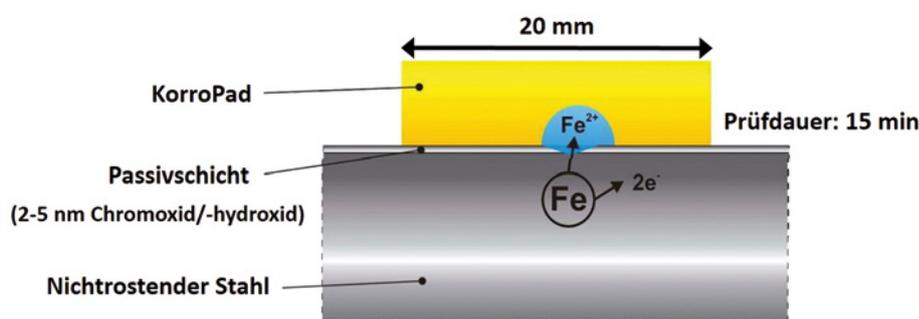

Abb. 1: Prinzip der KorroPad-Prüfung von nichtrostenden Stählen nach [1]
Weiterhin führt die infolge Anreicherung und Oxidation periodisch auftretende lokale Gasentwicklung zur Ausbildung von nanoskaligen Hohlräumen entlang der Porenkanäle. Daraus resultieren eine erhöhte Porosität sowie eine reduzierte Härte der anodischen Oxidschichten. Typische Porenstrukturen anodischer Oxidschichten auf AlCu4Mg1 sind in *Abbildung 1* am materialografisch präparierten Querschliff (links) sowie an einer Bruchfläche (rechts) dargestellt.
**Abb. 1: REM-Bilder (Topografiekontrast) der Porenstruktur nach anodischer Oxidation der Legierung AlCu4Mg1 in 20 Vol.-% Schwefelsäure am materiallografisch präparierten Querschliff (links) sowie am Bruch (rechts)**
An der Bundesanstalt für Materialforschung und -prüfung (BAM) wurde im Forschungsprojekt *Detektion korrosionsempfindlicher Oberflächen nichtrostender Stähle durch die Verarbeiter* das sogenannte **KorroPad** entwickelt [1] und patentiert [2]. Das KorroPad ermöglicht es, lochkorrosionsanfällige Oberflächenzustände bei nichtrostenden Stählen anhand einer Farbreaktion anzuzeigen. In *Abbildung 1* ist das Versuchsprinzip schematisch dargestellt.